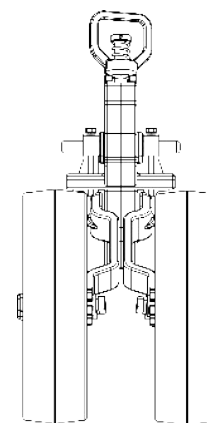

Figuras 41
REGULAGEM DE ÂNGULO DA RODA DE PROFUNDIDADE OSCILANTE (FIGURAS 41)
- 1- Solte os parafusos e arruelas (1), retire a roda (2), ajuste o ponto de regulagem da roda (3) na regulagem do eixo do suporte da roda (4), depois, fixe novamente a roda (2) com as arruelas e parafusos (1), **conforme mostra as figuras 41.**